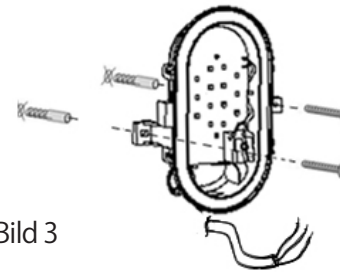

Bild 3
**Bild 3:** Die Bohrlöcher an den entsprechenden Stellen anzeichnen, die Löcher bohren und die Dübel einsetzen. Bei Holzwänden oder Leichtbauwänden passendes Material verwenden. Das Leuchtengehäuse anschrauben.